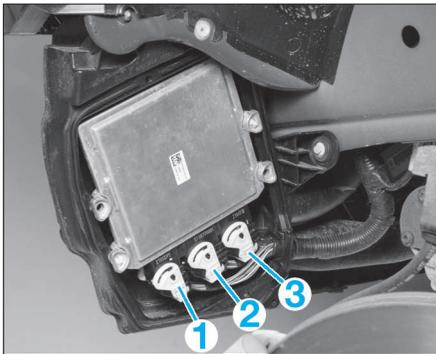

FIG. 24
- Débrancher les connecteurs du calculateur dans l'ordre indiqué (Fig. 24).